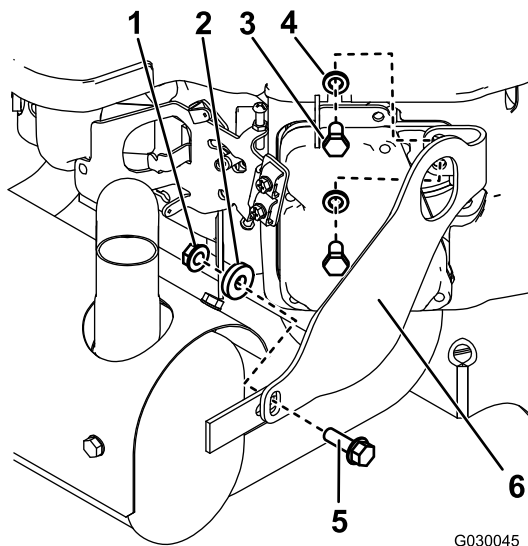
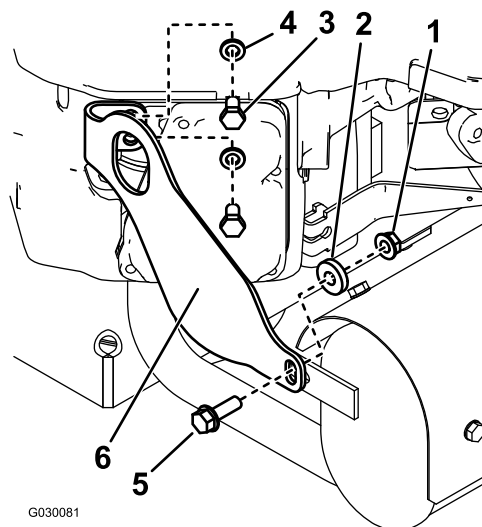

Figure 1
Figure 2
1. Déposez le support gauche (Figure 1).
2. Déposez le support droit (Figure 2).
2. Posez le nouveau support droit sur le moteur à l'aide des 2 boulons (M8) et des 2 rondelles-frein que vous avez retirés précédemment (voir Figure 2).
3. Posez le nouveau support gauche sur le moteur à l'aide des 2 boulons (M8) et des 2 rondelles-frein que vous avez retirés précédemment (voir Figure 1).
4. Fixez le silencieux sur chaque support au moyen d'un écrou (5/16 po), d'une entretoise et d'un boulon (5/16 x 1 po), comme montré à la Figure 1 et la Figure 2.